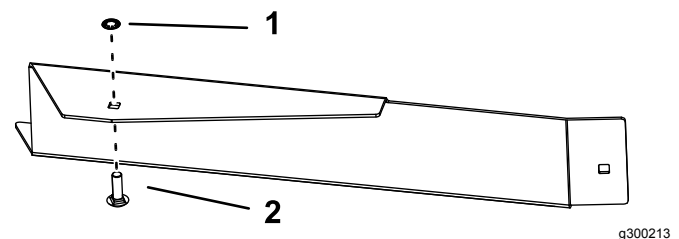

Figura 17
4. Instale o parafuso de carroçaria e porca de pressão no abafador frontal como se mostra na Figura 17.